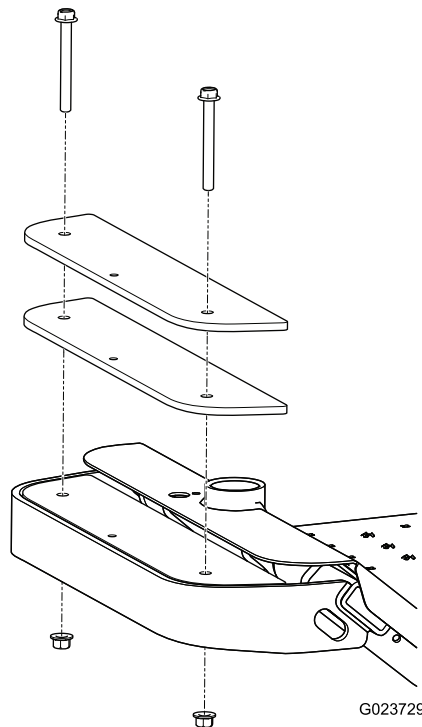

Figura 13
1. Retire los 2 pernos y las 2 tuercas que sujetan los contrapesos existentes a la parte delantera de la máquina (Figura 13).